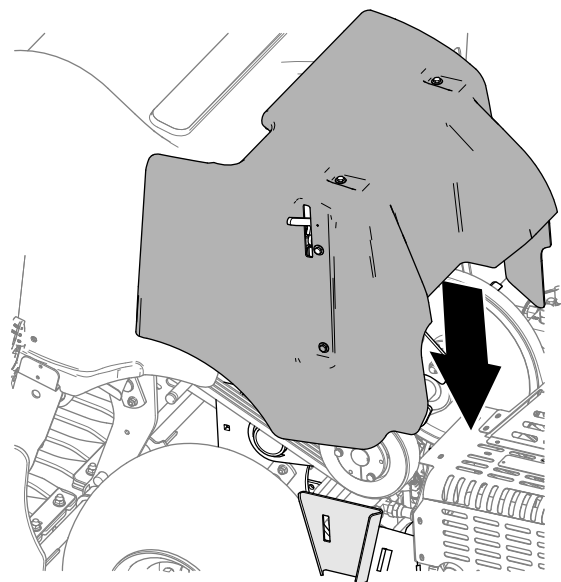

Figura 145
2. Coborâți capacul curelei (Figura 145).